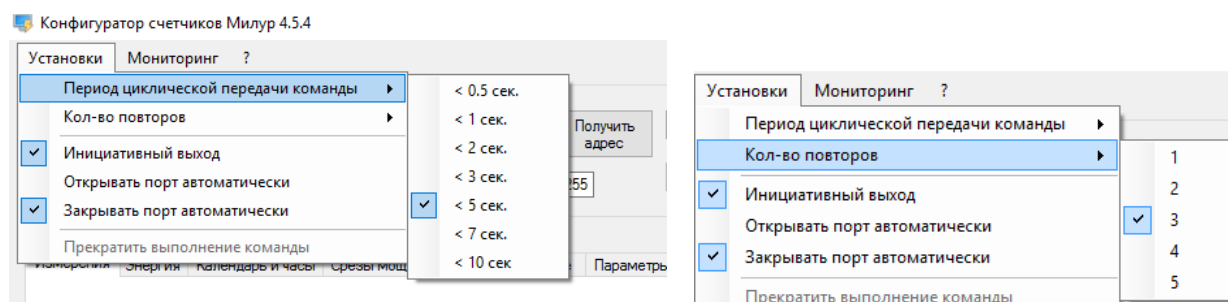

Рисунок 22 – Параметры связи
- в меню «Установки» (рисунок 22) выбрать «Период циклической передачи команды» равный трем или пяти секундам, «Кол-во повторов» от трех до пяти;